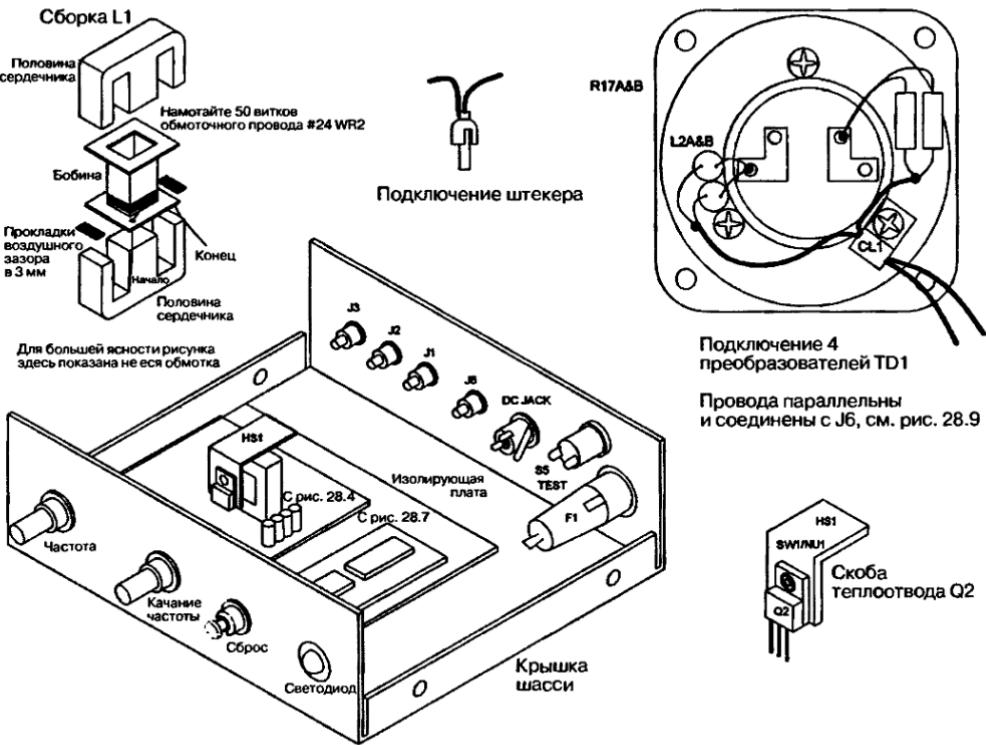

Рис. 28.8. Окончательная сборка устройства
- Соберите катушку L1, как показано ниже на рис. 28.8. Просверлите небольшое отверстие в бобине для начала обмотки и намотайте 50 витков обмоточного эмалированного провода #24 плотно и равномерно по длине бобины. Прикрепите обмотку с помощью ленты и оставьте по 5 см «начального» и «конечного» выводов. Соберите все детали, как показано, вставив половины сердечника в бобину, и поместите прокладки воздушного зазора между ними.
- Изготовьте теплоотвод HS1 в виде скобы для транзистора Q2 из алюминиевой полосы 1,9×5,08×0,16 см. Согните скобу посередине под углом 90° и просверлите отверстие для винта и гайки SW1/NU1 (см. рис. 28.8).
7. Подключите L2, L3, R17A и R17B к задней части преобразователей TD1-4 (см. рис. 28.8). Фиксация двух проводов к динамику выполняется с помощью небольшого зажима.
1. Изготовьте шасси из алюминиевой пластины размерами  $15,24 \times 17,78 \times 0,16$  см (см. рис. 28.8). Загните секции по краям по 3,81 см для формирования передней и задней панелей. Затем согните фланцы 1,27 см для установки крышки и крепления с помощью четырех винтов SW2. Расположение большинства отверстий для монтажа устройства неважно и их можно определять на глаз. Отверстия для R2 и R9 должны быть выверены для соответствия контактным площадкам на печатной плате PCB.